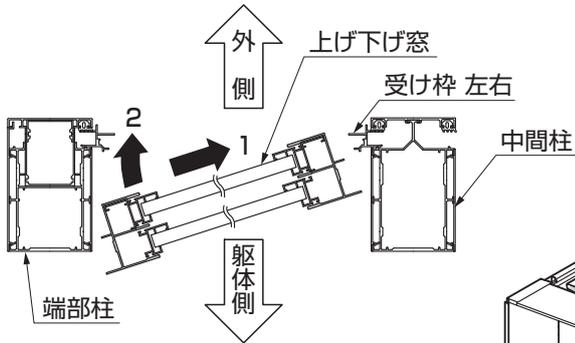

図11-1
- ① 上げ下げ窓を躯体側から斜にスライドしながらはめ込みます。(図11-1 参照)